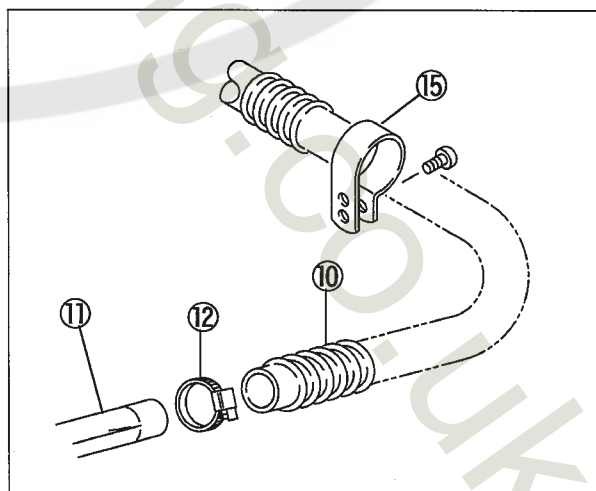

図11
- (3) ホース⑩を吸込管の排気側⑪に差し込み、ホースバンド⑫で固定する。(図11参照)
① 補足